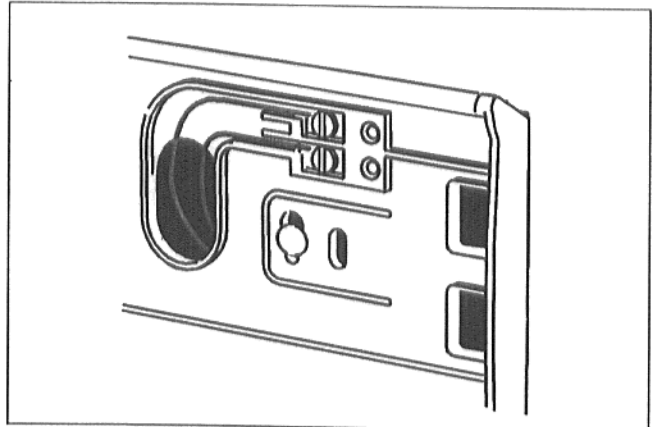

Abb. 4
- Die beiden Kabel müssen flach in der Kabelführung liegen, nicht überkreuz (Abb. 4).